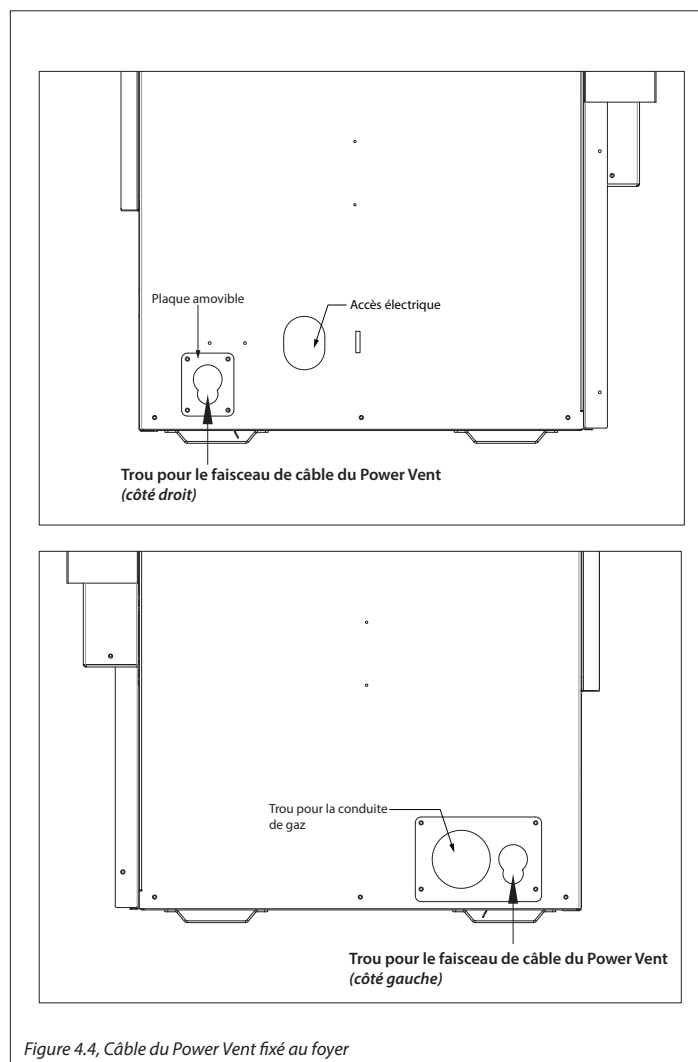

Figure 4.4, Câble du Power Vent fixé au foyer
1. En fonction de l'emplacement de votre sortie d'évacuation, il ya deux les plaques amovible du Power Vent. Repérez le trou d'un côté ou l'autre du foyer, pour l'accès au câblage du Power Vent. Retirez les vis de fixation du plaque pour l'installation le câble. Réinstallez la plaque lorsque vous terminé. Voir Figure 4.4.